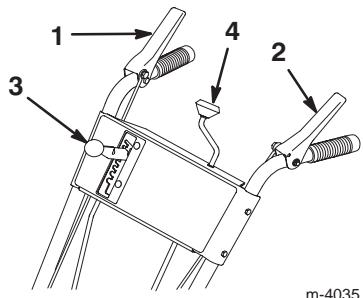

Figure 19
- **Commande de tarière/roue hélice** (Fig. 19)—Pour embrayer la tarière et la roue hélice, serrez la manette contre la poignée du mancheron de droite. Pour les débrayer, lâchez la manette.
- **Commande de traction** (Fig. 19)—Pour embrayer la traction (entraînement des roues), serrez la manette contre la poignée du mancheron de gauche. Pour arrêter la traction, lâchez la manette.
- **Changement de vitesse** (Fig. 19)—Cette commande offre sept vitesses : cinq en marche avant et deux en marche arrière. Pour changer de vitesse, placez le levier dans la position souhaitée. Le levier s'engage dans un cran pour chaque vitesse choisie. Le changement de vitesse peut être dur lorsque la machine doit fournir de gros efforts.
(Fig. 19)—Tournez la commande d'orientation dans le sens des aiguilles d'une montre pour déplacer l'éjecteur vers la gauche, ou en sens contraire pour le déplacer vers la droite.
3. Relâchez les manettes de tarière/roue hélice et de commande de traction (Fig. 19).
10. Sélectionnez la première (Fig. 19), serrez la manette de commande de traction contre la poignée, puis relâchez-la. Si la déneigeuse se met à avancer avant que vous ayez engagé la manette de commande ou après que vous l'ayez relâchée, reportez-vous à la rubrique Réglage de la courroie d' entraînement de traction, page 22.